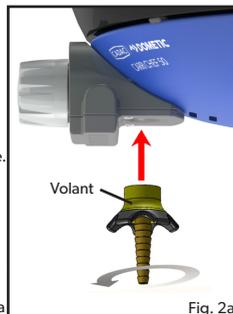

Fig. 2a
- **ATTENTION !** Lors de l'installation de la tête de gaz, veiller à ce qu'elle soit bien droite lors du serrage de son écrou, afin d'éviter d'endommager le filetage et éviter toute fuite de gaz. Serrer à l'aide d'une clé adaptée. (Fig. 2a)